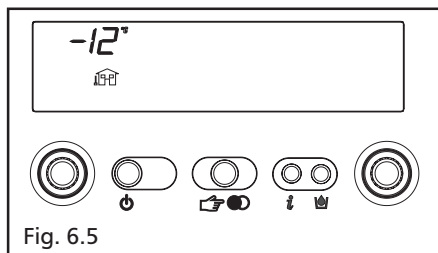

Fig. 6.5
**Info 1** solo con sonda esterna collegata, visualizza la temperatura esterna (esempio 12 °C) (fig. 6.5). I valori visualizzati dal display sono compresi tra - 30 °C e 35 °C. Oltre questi valori il display visualizza "--".